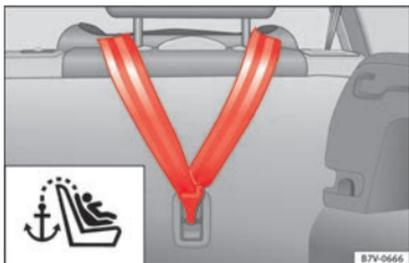

Fig. 38 Ceinture de fixation supérieure accrochée dans le coffre.
- Accrochez la ceinture supérieure de fixation à l'envers du dossier du siège arrière dans l'anneau de retenue correspondant (pour Top Tether) du dossier » » fig. 38.